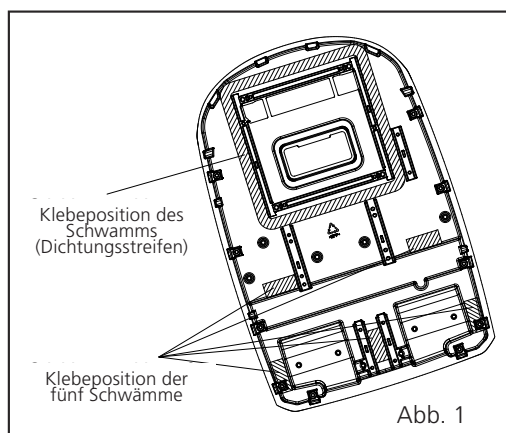

Abb. 1
- Vor dem Aufkleben entferne alle Fremdkörper an der Klebestelle (siehe Abbildung 1) des Gehäuses der Außeneinheit, um sicherzustellen, dass die Klebestelle sauber ist.
- Nimm ein Stück Schwamm (Dichtungsstreifen) und fünf Stück Schwamm aus dem Zubehör heraus, reiße das Papier auf der Klebefläche ab und richte es an der Kante der Position wie in Abbildung 1 gezeigt aus, um den Schwamm anzubringen.